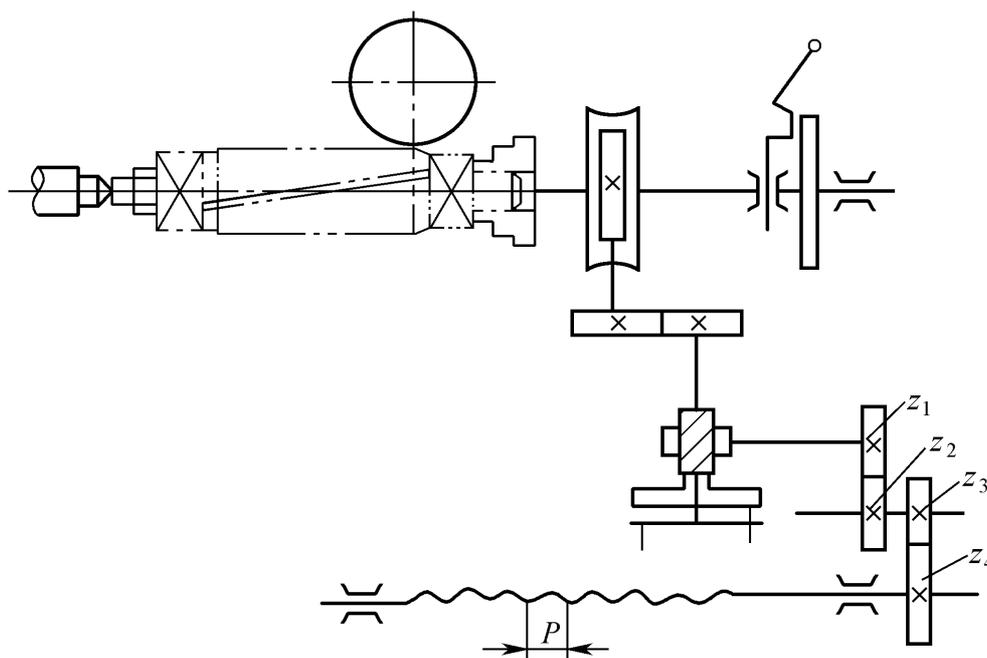

图 3-48 铣螺旋槽的传动关系
④ 铣削方法：在铣床上铣螺旋槽，必须满足工作台移动工件的一个导程时，工件正好旋转一转。为此，必须把铣床工作台纵向丝杠和分度头侧轴连接起来，通过装上挂轮来实现这一传动关系。图 3-48 所示为铣螺旋槽的传动关系。